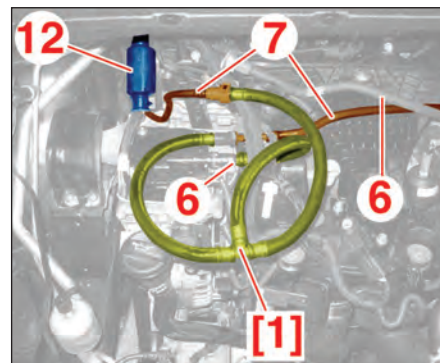

FIG.6
- Relier les raccords femelles (Ø 10 mm) de l'outil [1] en lieu et place de la canalisation (6) en sortie du filtre (Fig.6).
- Insérer les raccords (Ø 8 mm) de l'outil [1] dans le circuit de retour carburant (7).
- Actionner la pompe d'amorçage (12) pendant 1 minute.
- la canalisation (6),
- la canalisation (7).